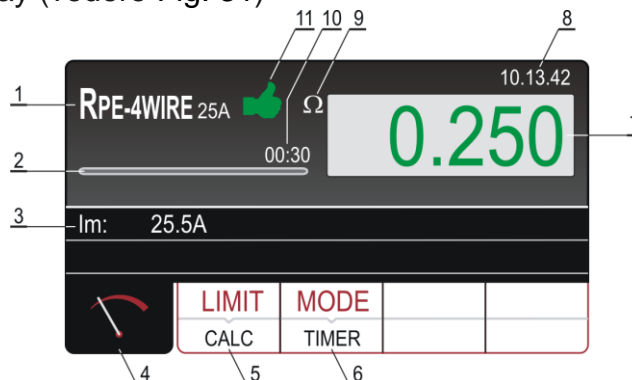

Fig. 31: Risultato misura test continuità RPE-4WIRE
6. Premere il tasto **START/STOP** per eseguire la misura. Il risultato del test è mostrato a display (vedere Fig. 31)